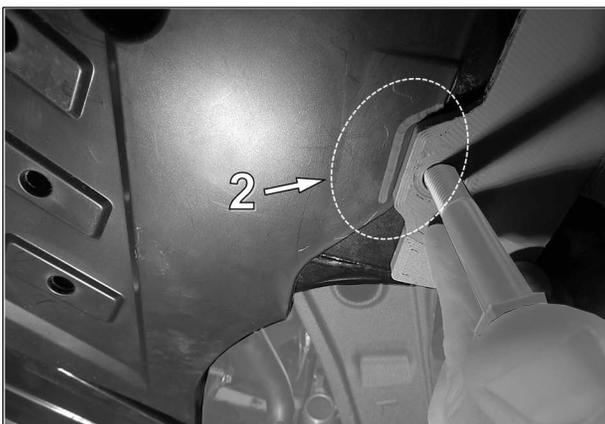
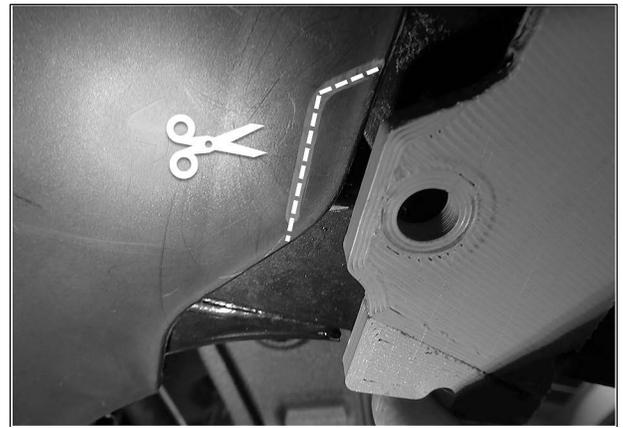

Fig. 6
Fig. 7
5. La partie arrière de la plaque d'ancrage peut interférer quelque peu avec le bord de la plaque de protection. Au besoin, en utilisant la plaque d'ancrage comme gabarit, délimiter la zone d'interférence (**2**) et découper celle-ci. Voir Fig. 6 & Fig. 7